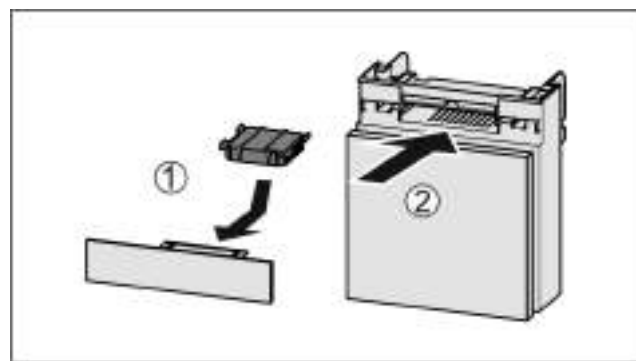

Fig. 256
- Установите фильтр с активированным углем, как показано на рисунке Fig. 256 (1).
- Вставьте отделение Fig. 256 (2).